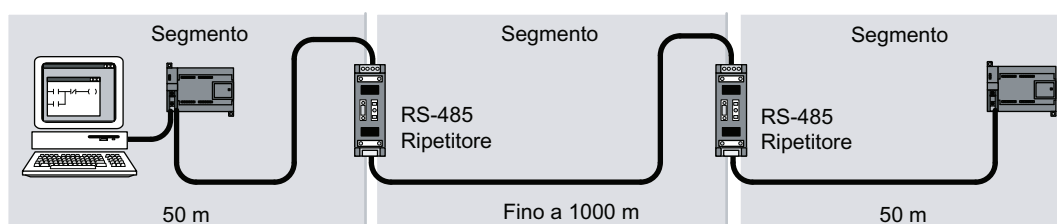

Figura B-2 Esempio di rete con ripetitori
- Per aumentare la lunghezza della rete: aggiungendo un ripetitore si può allungare la rete di altri 50 m. Se si connettono due ripetitori direttamente senza separarli con altri nodi (come indicato nella figura B-2) è possibile utilizzare un cavo con la lunghezza massima consentita per la velocità di trasmissione impiegata. Una rete può comprendere fino a 9 ripetitori in serie ma non deve superare i 9600 m.